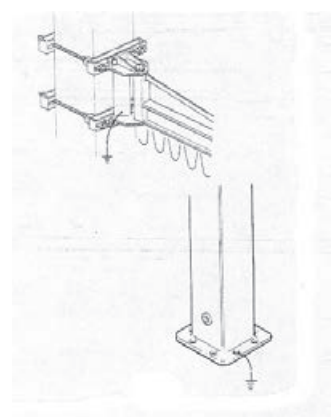

Fig.53
- Prévoir la mise à la terre de la potence à partir du point prévu (fig.53)